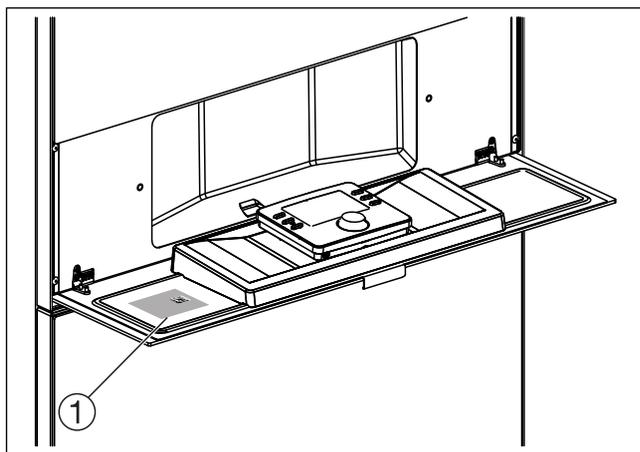

Fig. 37 Plaque signalétique du module IP
- ▶ Saisir le nom d'utilisateur et le mot de passe pré-réglés en usine (imprimés sur la plaque signalétique du module et apposés à proximité de la régulation de la pompe à chaleur, fig. 37). Une autre alternative simple est de scanner le QR code.
- ▶ Mettre la plaque signalétique du nouveau module à proximité de la régulation de pompe à chaleur (fig. 37).